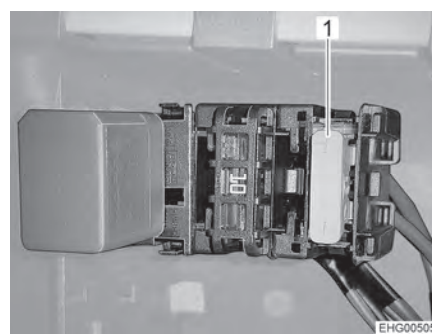

Fig. 106 Fusible en la columna B, lado derecho del vehículo
- Cambiar el fusible (Fig. 106,1).